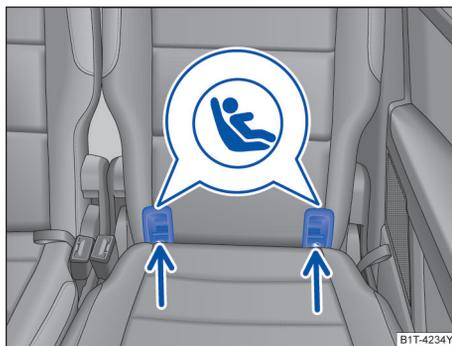

图 42 汽车座椅上的儿童座椅下部固定点标记
- 沿箭头方向将儿童座椅插入固定环 → 图 42。直至听到儿童座椅的啮合声。
- 将儿童座椅置于汽车坐垫上，然后将连接带的挂钩挂到固定环上 → 图 42
后排外侧座椅配有两个 ISOFIX 固定环，与车身相连→图 42。